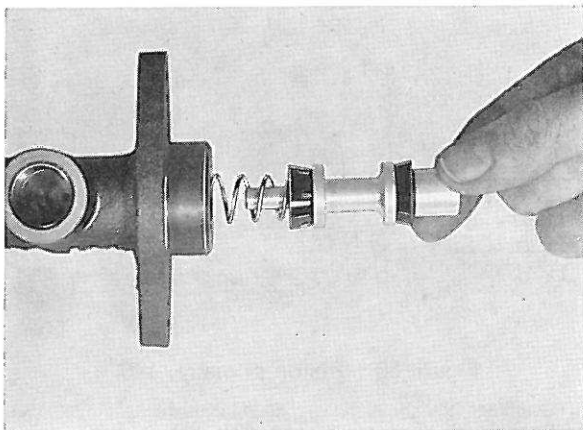
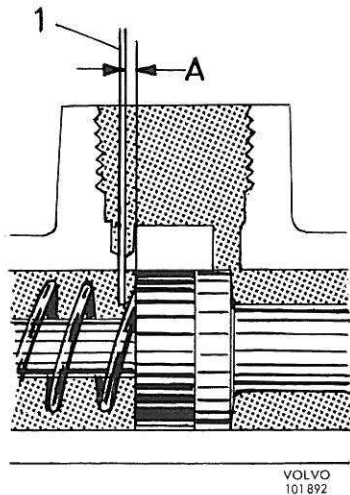

Figure 52. Remontage du piston secondaire
Figure 54. Vérification de l'orifice de régularisation
1. Poser les garnitures sur le piston secondaire en veillant à bien les orienter, voir figure 52.
2. Enduire l'intérieur du cylindre de liquide de frein et tremper le piston et les garnitures dans du liquide de frein avant le remontage. Introduire le piston secondaire dans le ressort et remonter le piston, voir figure 52. Faire attention quand on introduit les garnitures de piston dans le cylindre. Monter le piston primaire neuf. Enfoncer le piston, poser la rondelle (11, figure 35) et le jonc d'arrêt (12).
3. S'assurer que l'alésage pour la vis d'arrêt est bien dégagé et remettre la vis (18) et la rondelle d'étanchéité (17). Couple de serrage : 10 à 12 Nm (1,0 à 1,2 m.kg).
4. Vérifier la mobilité des pistons et les orifices de passage d'huile pour voir s'ils sont bouchés. Vérifier l'orifice de régularisation en se servant d'un fil de cuivre de 0,5 mm de diamètre comme le montre la figure 54. Si cet orifice est bouché, c'est que le maître-cylindre a été incorrectement réassemblé.
2. Enduire le cylindre de liquide de frein et plonger le piston et ses garnitures dans du liquide de frein avant le montage. Poser le ressort (1) et la coupelle de ressort (2) sur le piston secondaire et monter ce dernier, voir figure 52. Travailler avec précaution lors de l'introduction des garnitures dans le cylindre.
6. Contrôler la mobilité des pistons et s'assurer que les trous de passage sont bien dégagés. Contrôler également les orifices de régularisation en se servant d'un fil de cuivre souple de 0,5 mm de diamètre, voir figure 54. Si l'orifice de régularisation n'est pas bien dégagé, c'est que le maître-cylindre a été incorrectement réassemblé.